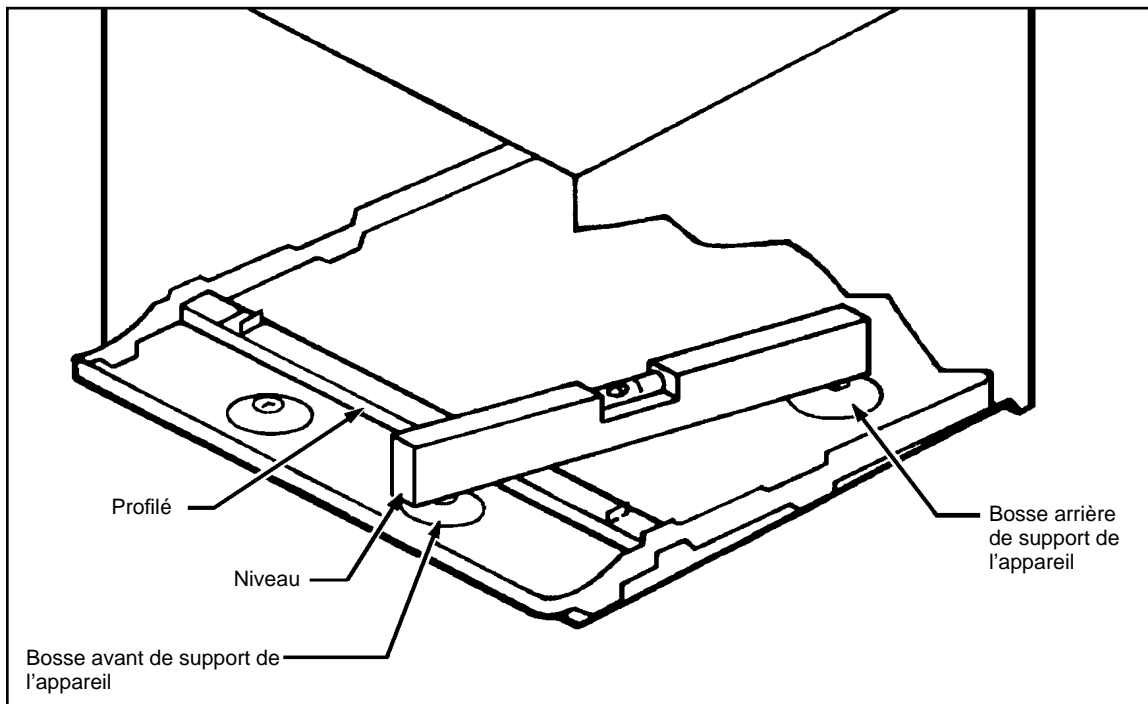

Figure 9
- ÉTAPE 4** Il faut installer l'enveloppe WSC avec une légère pente vers l'extérieur du bâtiment. Mettre le niveau pour qu'il repose sur les bosses avant et arrière de support de l'appareil, comme montré sur la Figure 9. La pente ne doit pas dépasser un demi-bulle.